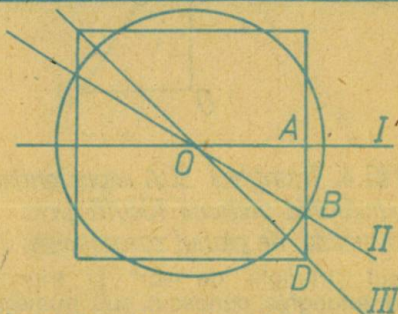
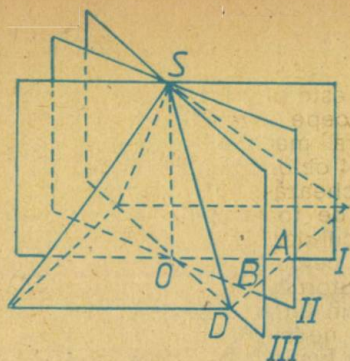
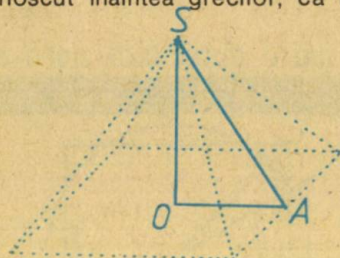

FIG. 2. Proiecția orizontală a celor trei plane caracteristice care secționează piramida.
FIG. 3. Vederea perspectiva a celor trei plane caracteristice care secționează piramida.
FIG. 4. Triunghiul SOA reprezentînd jumătatea secțiunii făcută prin piramidă de planul caracteristic I.
mida în două volume egale (fig. 2). În afară de acest plan, mai sînt încă două planuri caracteristice ce împart piramida în două părți egale: planul vertical ce trece prin înălțimea a două laturi opuse (apotemele piramidei) și planul vertical, ce trece prin muchii opuse. Toate aceste planuri trec prin vârful piramidei și prin centrul pătratului de bază (fig. 3) și conduc la concluzii interesante: secțiunea primului plan (I) dă un triunghi dreptunghic SOA (fig. 4) în care SO este înălțimea piramidei (148,2), OA este jumătate din latura bazei (116,4) și SA este apotema piramidei (188,5). Acesta este așa-numitul „triunghi de aur”, în care se pot scrie rapoartele